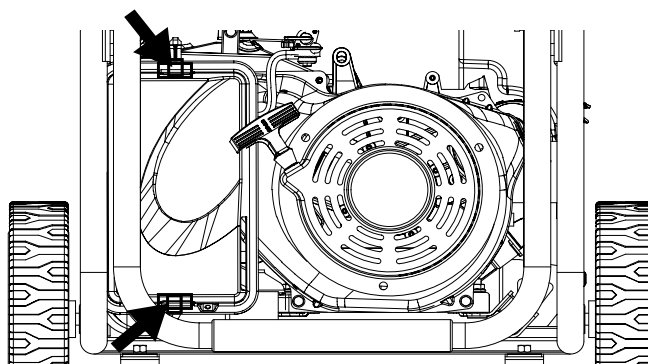

Figure 21 - Agrafes sur le filtre à air
3. Dégrafer les agrafes sur le dessus et le dessous du couvercle du filtre à air (Figure 21)